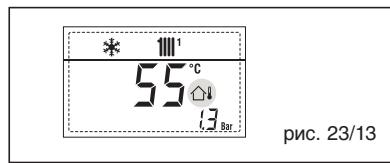

рис. 23/13
- СРАБАТЫВАНИЕ ПРЕДОХРАНИТЕЛЬНОГО ТЕРМОСТАТА ПЕРВОЙ СМЕШАННОЙ ЗОНЫ "ТРЕВ 20" (рис. 23/14)